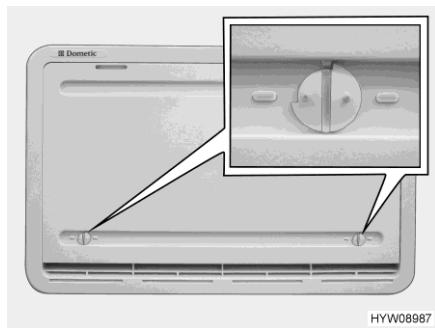

Fig. 239 Cubierta de invierno
Si el frigorífico ha de funcionar a temperaturas exteriores bajas, el fabricante recomienda la utilización de una cubierta de invierno (Fig. 239) para las rejillas de ventilación del frigorífico.
- Abrir ambos bloqueos (Fig. 239) (la ranura está en posición horizontal).